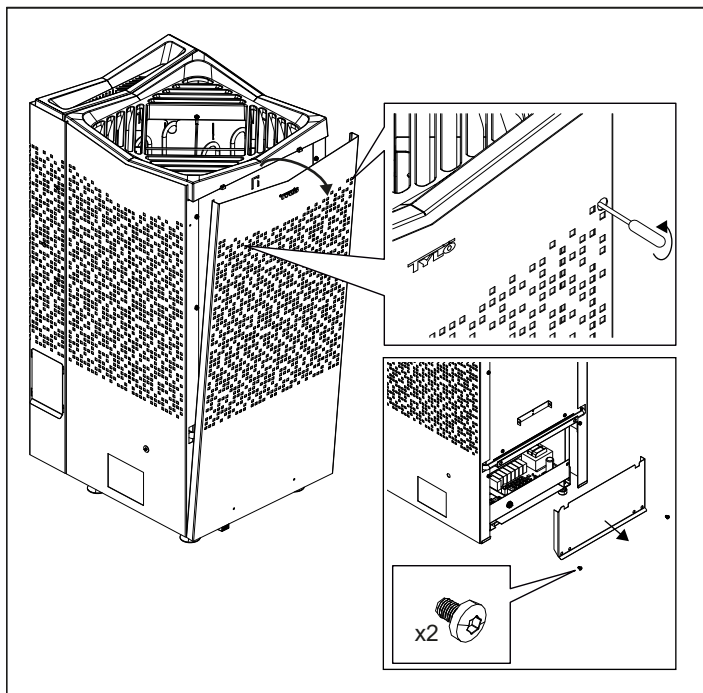

Fig 8: Lossa de dolda skruvarna, torx 20. Lossa främre inkopplingsluckan.
2. Ta bort fronten och främre inkopplingsluckan (se fig 8).